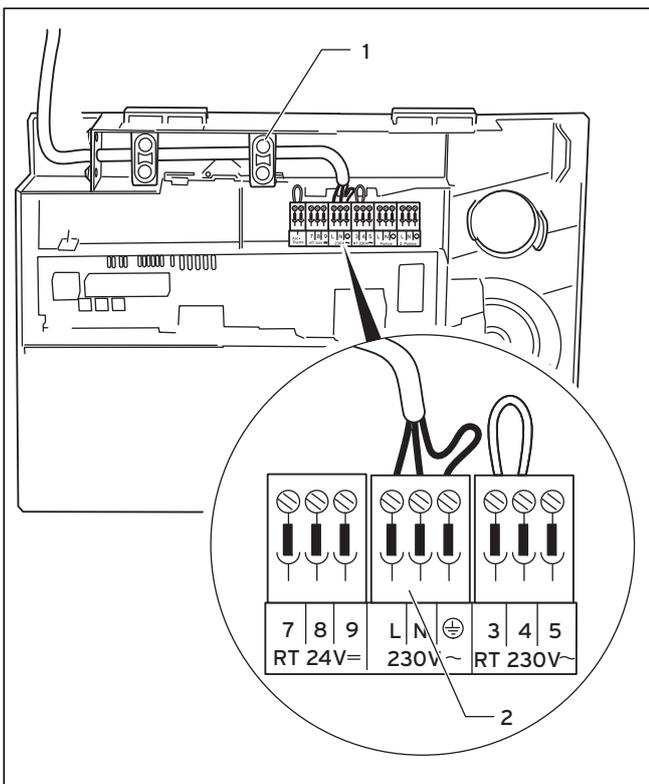

Abb. 5.10 Anschluss der Netzanschlussleitung
- Verlegen Sie die Netzanschlussleitung im Schaltkasten wie in Abbildung 5.10 gezeigt.
- Sichern Sie die Leitung mit der Zugentlastung (1).
- Klemmen Sie die Netzanschlussleitung an den dafür vorgesehenen Klemmen \ominus , N und L des System ProE an (2).
- Verlegen Sie die erforderlichen Leitungen zur Anschlussebene im Schaltkasten wie in Abbildung 5.10 gezeigt.
- Sichern Sie die Leitungen mit den Zugentlastungen (1).